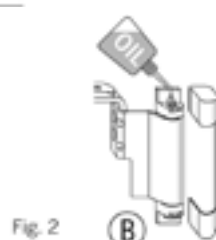

Fig. 2
- Karmfäste och spanjolett måste inoljas årligen. Vid behov, tag bort kåpan till karmfästet och för på en droppe olja. Ytterligare ställen där olja skall påföras (se fig. 2) är vid låskolvarna över och under låshuset (se fig. 3).